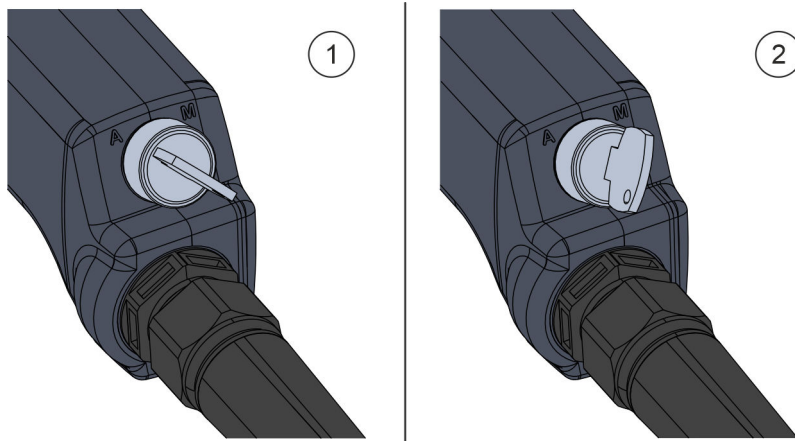

Abb. 34 Betriebsartenwahl am Betriebsartenwahlschalter
- ① Betriebsartenwahlschalter Stellung **Betriebsart Automatik**
- ② Betriebsartenwahlschalter Stellung **Betriebsart Manuell**
Durch Drehen des Betriebsartenwahlschalters am Handcontroller kann zwischen den Betriebsarten Automatik Abb. 34/① und Manuell Abb. 34/② gewechselt werden.